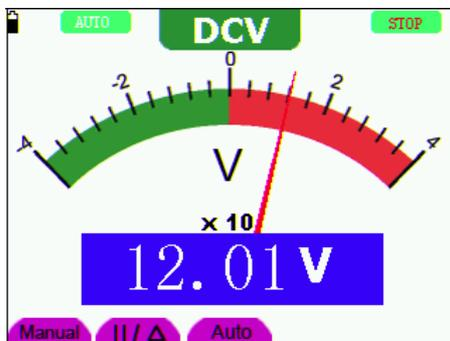

Рисунок 37. Фиксация показания дисплея
1. Для фиксации показания дисплея нажмите кнопку **RUN/STOP**, и в верхней правой части экрана появятся буквы **STOP** (см. рисунок 37).